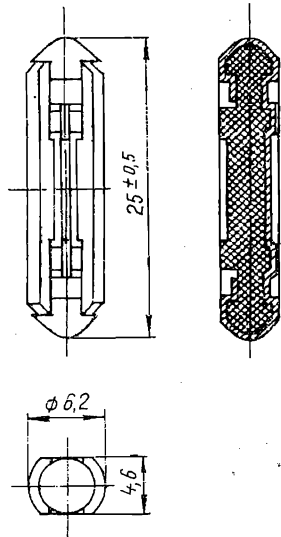

Fig. 5.1. Siguranță fuzibilă CL 25 cod 5103 și 5110.
*Siguranță CL 25.* Se utilizează pentru auto, tracțiune electrică etc. Se compune dintr-un corp ceramic și un fuzibil (fig. 5.1).